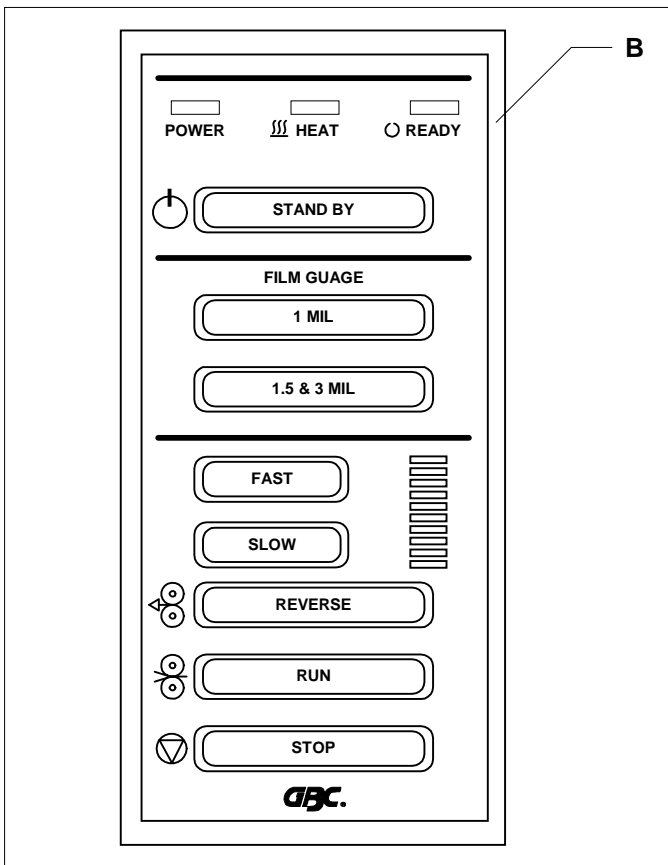

Fig. 3
B. CONTROL PANEL: (Fig. 3)
B. PANNELLO DI CONTROLLO: (Fig. 3)